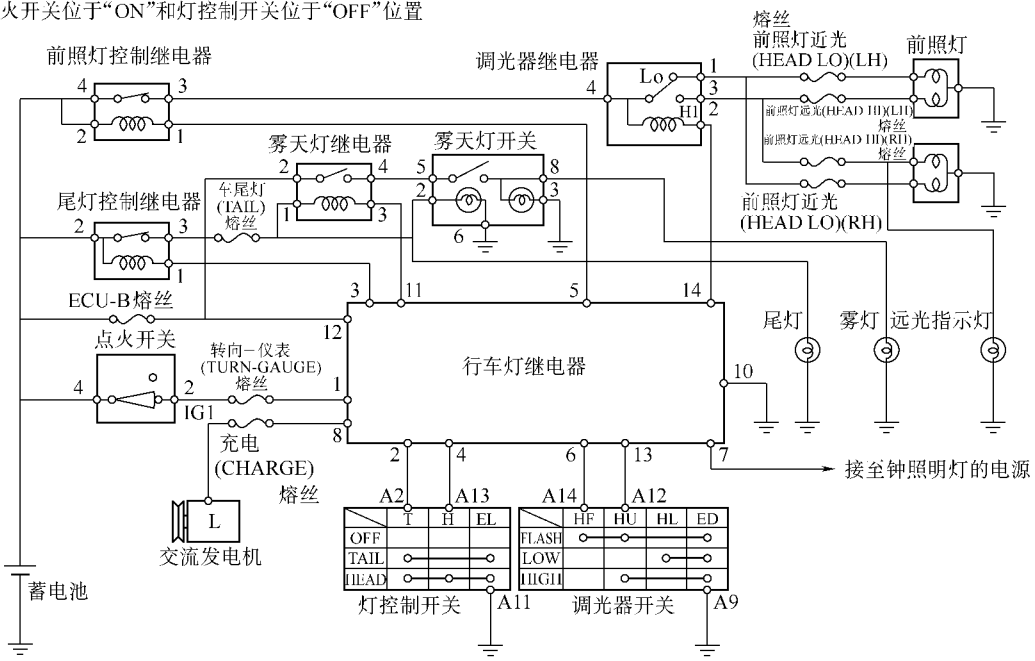

图 18-15 白天行车灯系统配线例子图
1) 点火开关位于 ON 和灯控制开关位于 OFF 位置，如图 18-15 所示。电流从蓄电池